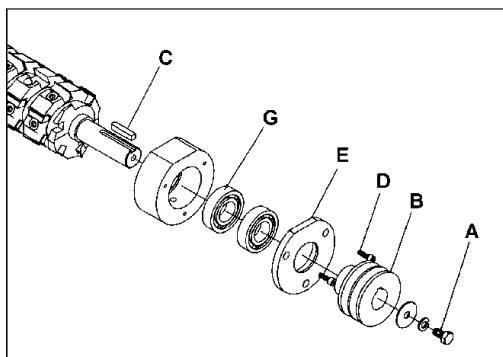

Рис. 27
7. Ослабьте стопорный винт (Рис. 27, А), снимите шкив (Рис. 27, В) и шпонку (Рис. 27, С).
8. Открутите винты (Рис. 27, D) с обеих сторон и снимите крышки подшипников (Рис. 27, Е).
**ВАЖНО:** Если подшипники (Рис. 27, G) необходимо заменить, компания Powermatic настоятельно рекомендует воспользоваться услугами квалифицированного специалиста по ремонту. Подшипники установлены с запрессовкой и должны быть извлечены с помощью съемника.